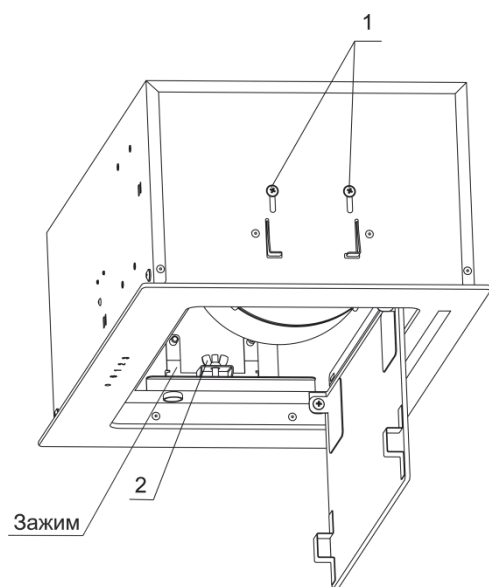

Рис. 5
6.5.1 Отверткой, отпустите с обеих сторон на 0,5 оборота четыре винта (позиция 1 рис.5). После этого откройте внутреннее стекло и вытяните жироулавливающий алюминиевый фильтр.
6.5.2 Рукой, с обеих сторон, открутите на 5 оборотов (полностью не откручивать) гайку барашковую (позиция 2 рис.5).
6.5.3 Вставьте вытяжку в прорезанное прямоугольное отверстие, слегка нажав упругие зажимы (рис.5). Рукой, с обеих сторон, закрутите гайку барашковую (позиция 2 рис.5) до полного прилегания вытяжки до дна нижней полки навесной мебельного шкафа.